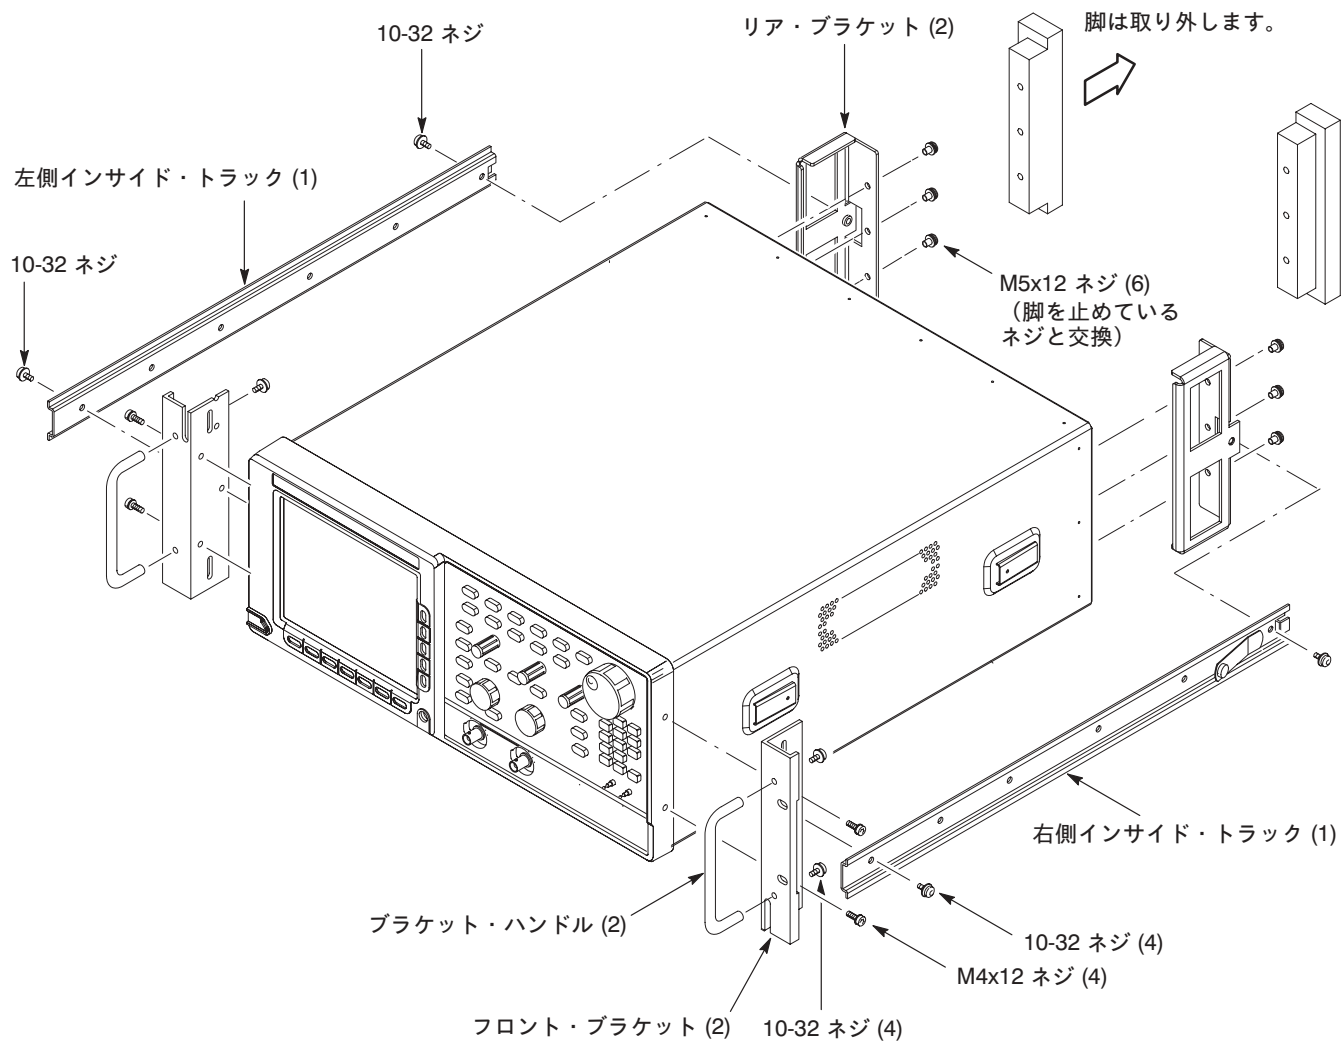

図 5: マウント部品の取り付け
1. 部品の確認：キットの中から図5の部品を取り出します。図のかっこ内の数字は必要な数です。必要な部品と個数がそろっていることを確認してください。
- b. ブラケットの取り付け：#2 Phillips チップのドライバ（工具1 と 2）を使い、M5×12ネジで、リア・ブラケットを取り付けます（図5 参照）。ネジは、16 inch-lbs のトルクで締めてください。
- 2本のインサイド・トラックを用意します（図5 参照）。